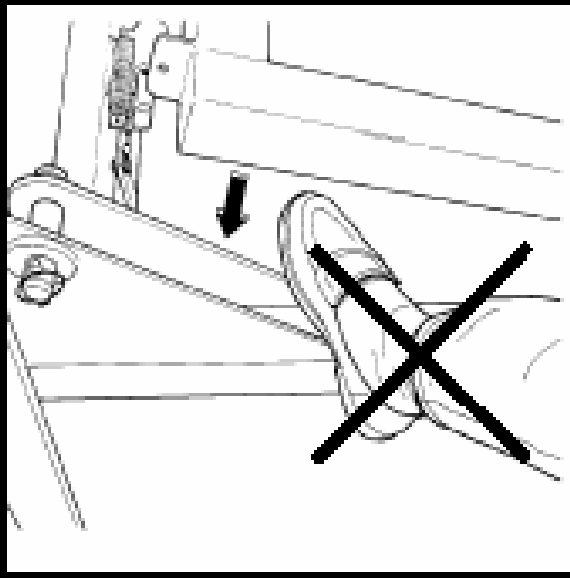

Abb. 2-2:
2. Nachdem der Ballen eingewickelt und von der Maschine heruntergekippt worden ist, muss der Drehtisch vor dem Wickeln des nächsten Ballens wieder abgesenkt werden. Wenn der Mittelrahmen mit dem Drehtisch nach unten gesenkt wird, kann sich eine Person zwischen dem Mittel- und Haupttrahmen auf beiden Seiten sowie an der Rückfront der Maschine einklemmen. Wahren Sie zum Schutz Ihrer Hände und Füße immer einen großen Abstand zu der Maschine (Abb. 2-2).